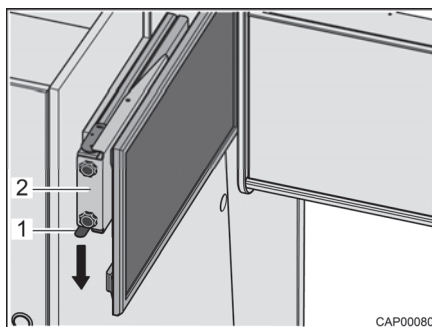

Fig. 57 Base estraibile con schermo piatto
- Premere verso il basso la molla d'arresto (Fig. 57,1) ed estrarre orizzontalmente la base estraibile (Fig. 57,2) con lo schermo piatto in direzione del centro del veicolo.
- Fare scorrere orizzontalmente la base estraibile (Fig. 57,2) con lo schermo piatto fino all'arresto. La molla d'arresto (Fig. 57,1) scatta in posizione.